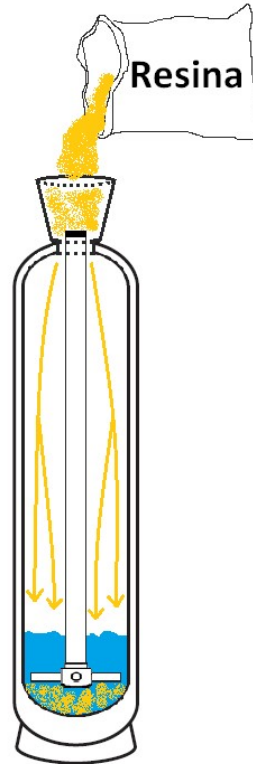

Figura 2.16: Paso 3. Carga de la botella
- **Paso 3:** Proceder a la carga de la resina, vaciando los sacos de uno en uno, despacio y con precaución para no dañar el conjunto distribuidor inferior. Se recomienda el uso de un embudo de 4- 6" para realizar el llenado. (Figura 2.16) ATH comercializa embudos de 4-6" bajo el código **308452** (no va incluido con el descalcificador y se debe pedir aparte)